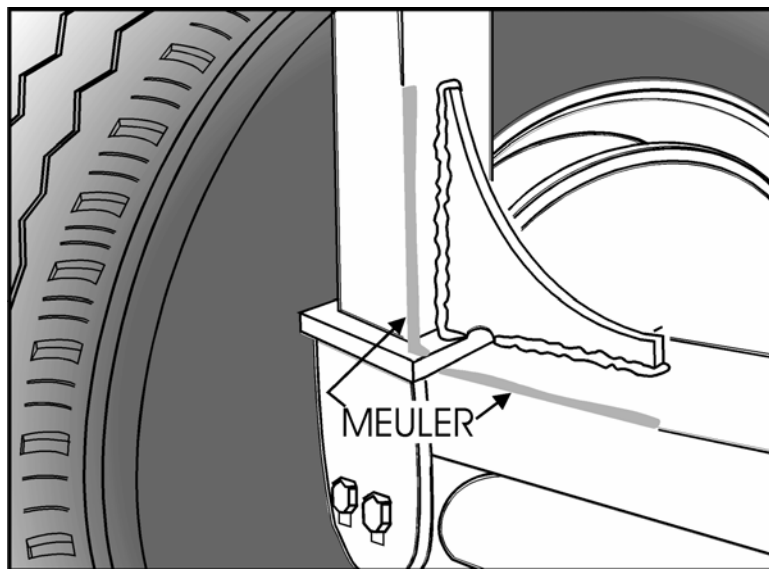

FIGURE 3
3. En consultant la figure 3, meuler jusqu'au métal sain les endroits où le nouveau renfort (#171738) sera soudé.